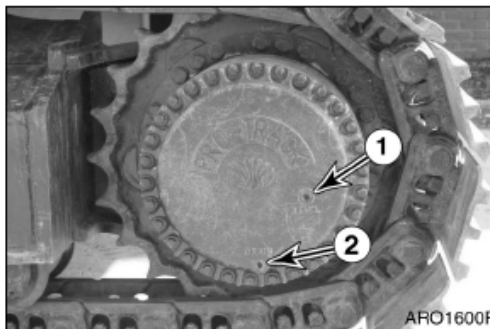

Figura 71
2. Haga girar las orugas hasta que los orificios de toma (1 y 2, Figura 71) queden en la posición adecuada, tal como se ilustra en la figura.
3. Coloque un recipiente bajo el obturador (2, Figura 71) y retire los demás obturadores (1 y 2) para drenar el fluido del motor de avance.
4. Instale el obturador (2, Figura 71). Rellene el fluido en el compartimento del motor de avance a través de la boca de llenado (1) hasta que el nivel de fluido llegue a la boca (1). Instale el obturador (1).